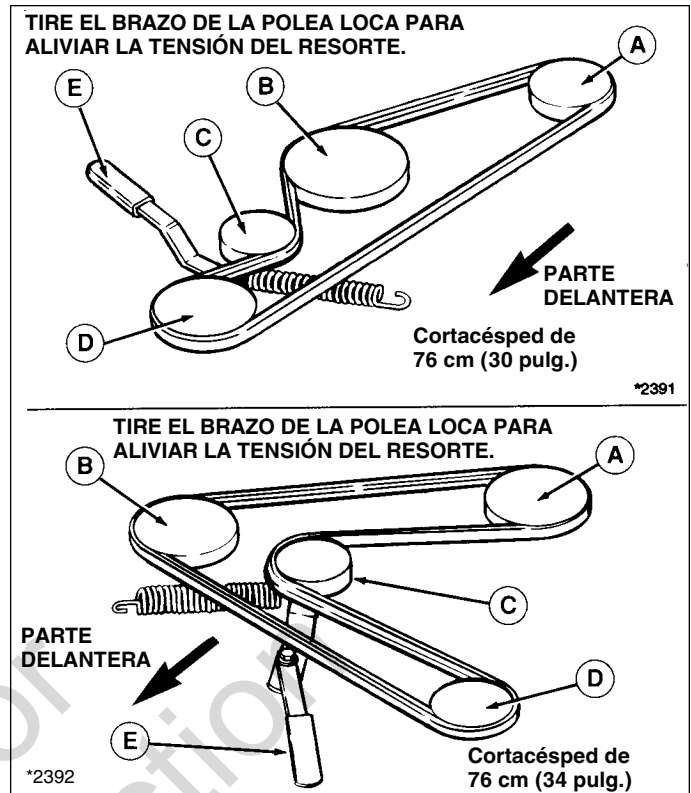
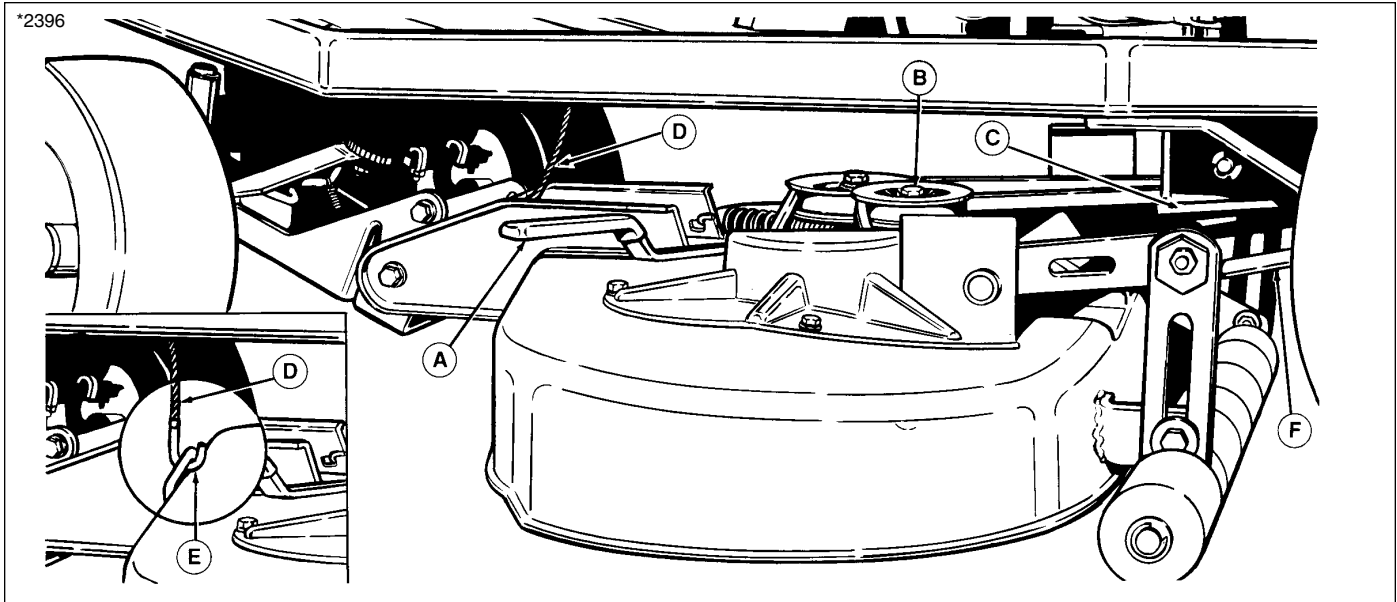

Figura 5. Patrón de la correa del cortacésped
Figura 7. Retiro/Instalación del cortacésped (se muestra el cortacésped de 86 cm [34 pulg.]
NOTA: Realice el retiro y la instalación sobre una superficie dura y nivelada como un suelo de hormigón. Para un retiro y una instalación fácil del cortacésped, puede retirar los brazos de arrastre trasero (F, Figura 7) al retirar los sujetadores de resorte y pasadores de horquilla.
2. En el lado izquierdo del cortacésped de 86 cm (34 pulg.), empuje el brazo de la polea loca (A, Figura 7) para aliviar la tensión de la correa.
3. Al aliviar la tensión de la correa, retírela de la polea loca (B, Figura 7) y la polea de toma de fuerza (C). Al retirar la correa se alivia la tensión en la parte delantera del conjunto de enganche.
4. Con la palanca elevadora hacia abajo y el control Dial-A-Cut™ establecido en el ajuste más bajo, retire el cable elevador (D, Figura 7) del gancho del cortacésped (consulte la ilustración en el recuadro, Figura 7).
7. Para instalar el cortacésped, invierta los pasos anteriores. Revise el patrón de la correa del cortacésped (como se muestra en la Figura 5). Asegúrese de que el cable elevador del cortacésped esté instalado con el gancho hacia la parte trasera (consulte el recuadro de la Figura 7) y que los brazos de arrastre trasero (F, Figura 7) estén colocados sobre la barra de torsión trasera.